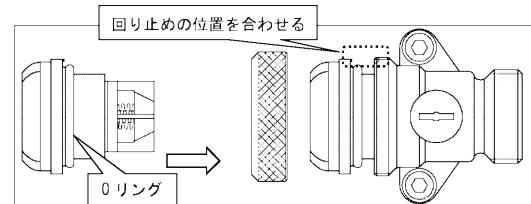

図10
- ④ メータ受けにOリングが付いている事を確認し、逆止弁をはめ、逆止胴に付ける。この時、メータ受けの回り止めと逆止胴の回り止めの位置を合わせて下さい。(図10参照)